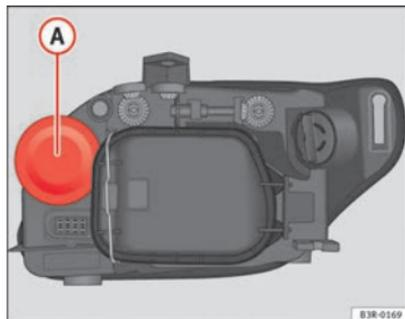

Fig. 191 Máximos
- Retire a tampa de borracha **A** ⇒ Fig. 191 puxando-a.